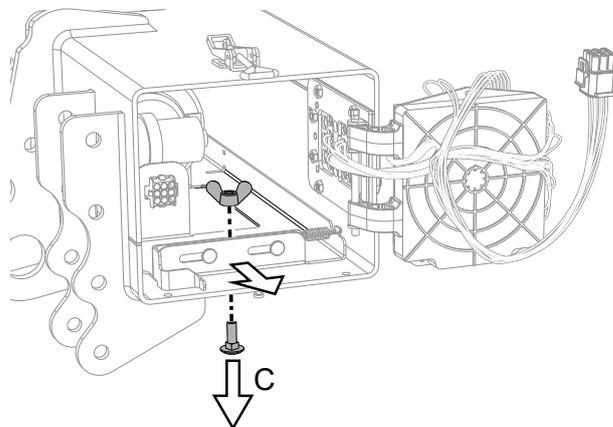
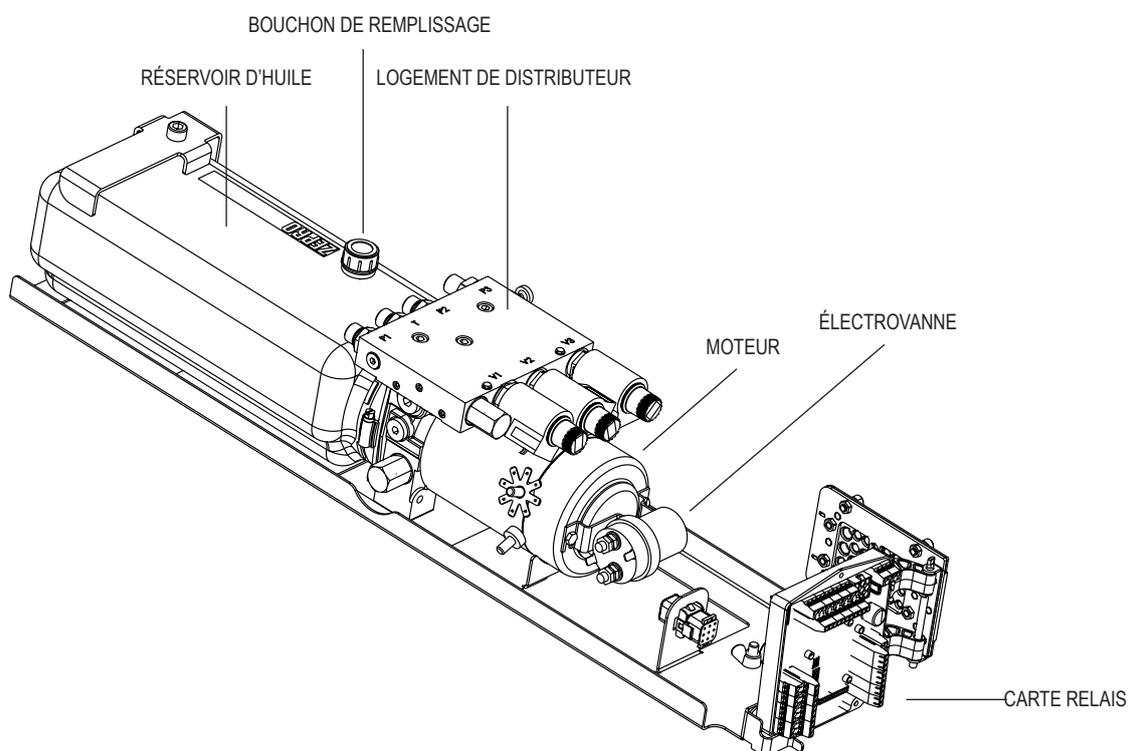

Figure 22. Dégagement du groupe hydraulique
Figure 24. Groupe hydraulique et carte relais
4. Dégager le groupe hydraulique en dévissant l'écrou à oreilles et la vis (C), voir Figure 22 puis tirer le groupe hydraulique jusqu'à ce que le bouchon de remplissage soit accessible, voir Figure 24.